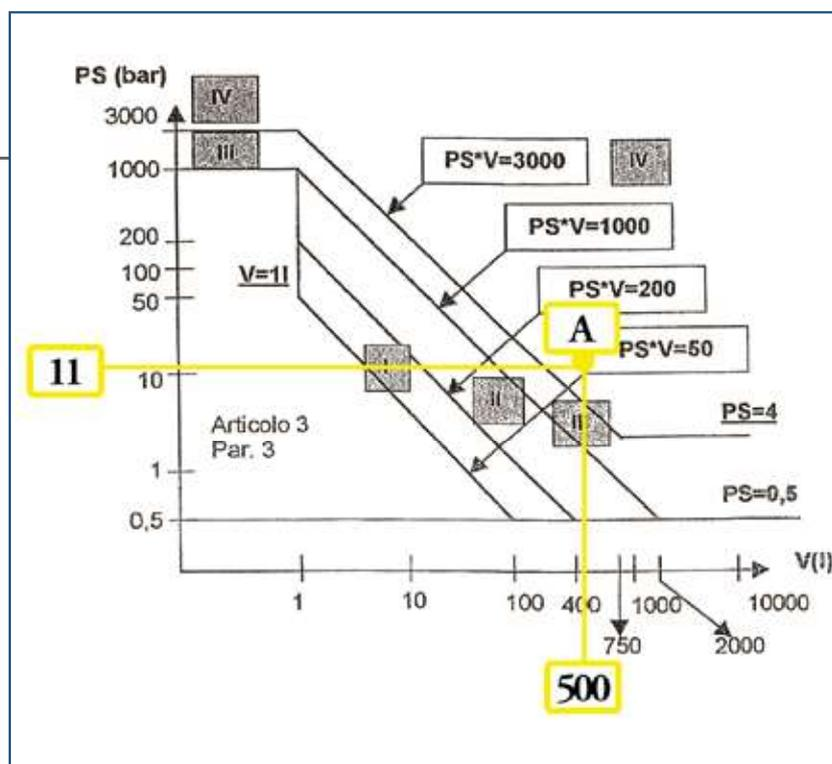

Fig. 1
1. determinazione della categoria che prevede (vedi fig.1):
Il punto A è stato ricavato come intersezione tra la retta passante per V=500 It e parallela all'asse delle ordinate (PS) e la retta passante per Ps= 11 bar e parallela all'asse delle ascisse (V). (vedi fig.1)